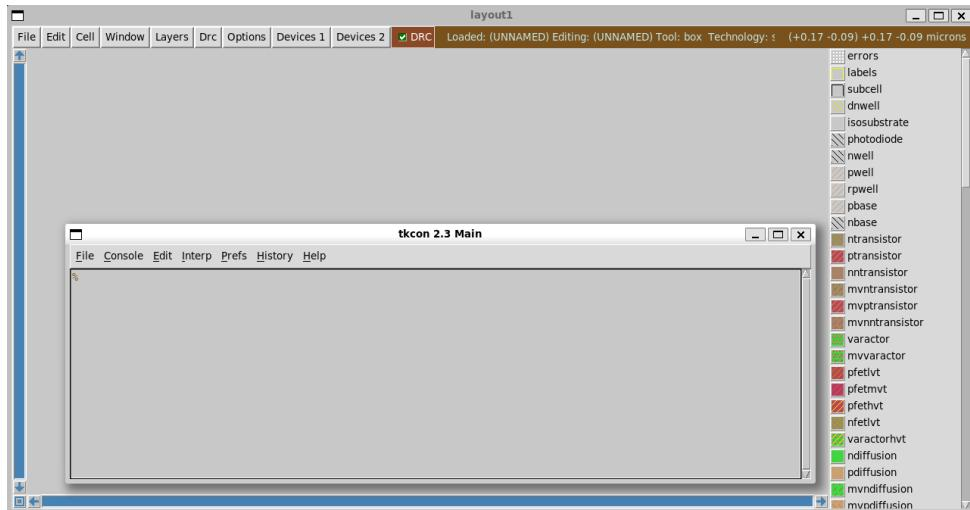

Figura 17: A janela de console do Magic, onde os comandos de texto são inseridos.
Passo 1: Utilizar a janela de console Assim como o comando `paint`, o `erase` é executado por meio da janela de console do Magic. É nela que os comandos são digitados, como ilustrado na Figura 17.